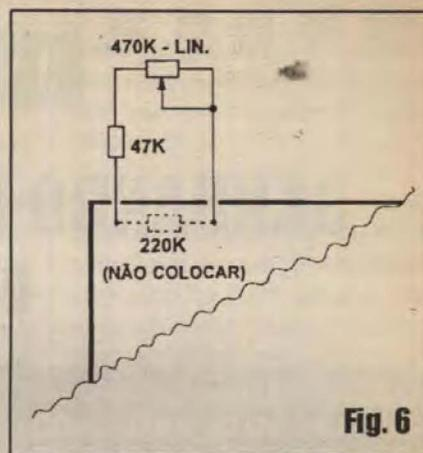

Fig. 6
- FIG. 6 - ANEXANDO UM CONTROLE DE VELOCIDADE DA INTERMITÊNCIA PARA O CIRCUITO... -